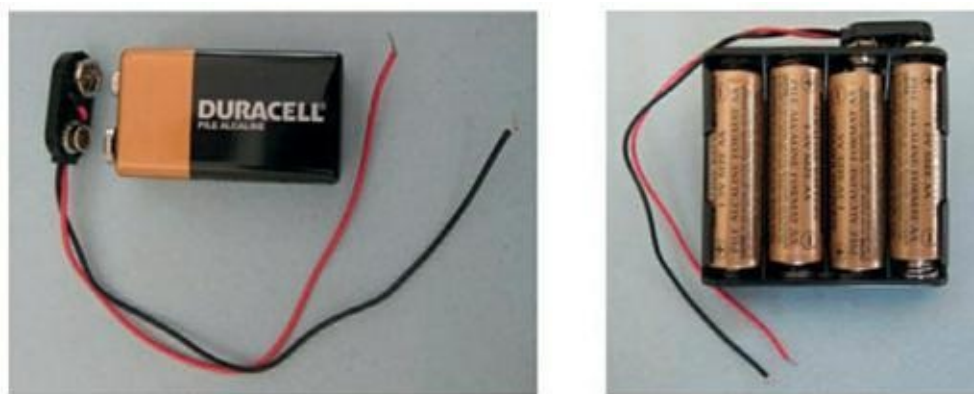

FIGURE 2-7 Préparez vos piles, pour alimenter une plaque d'essais sans soudure.
- » **Fixez une paire de cosses sur une pile de 9 volts.** Ces cosses sont reliées à des câbles qui vont vous permettre de brancher votre pile sur votre plaque d'essais sans soudure. Le rôle de ces câbles est codé par des couleurs : le rouge correspond à la borne positive de la pile, et le noir à la borne négative (voir Figure 2-7).
- » **Insérez les quatre piles AA dans leur compartiment, en respectant les polarités indiquées.** Ce compartiment est câblé de manière à relier bout à bout les quatre piles et à former ainsi une batterie de $4 \times 1,5 = 6$ volts. Si votre compartiment n'est pas muni de fils, fixez des cosses à ses connecteurs (voir Figure 2-7).